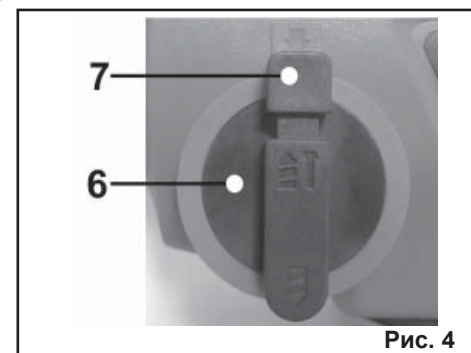

Рис. 4
8.1. Сверление с осевым ударом (Рис.4).
8.1.2. Нажав на кнопку (7) переключателя режимов (6), поверните переключатель режимов (6) в положение «сверление с осевым ударом» согласно Рис.4.